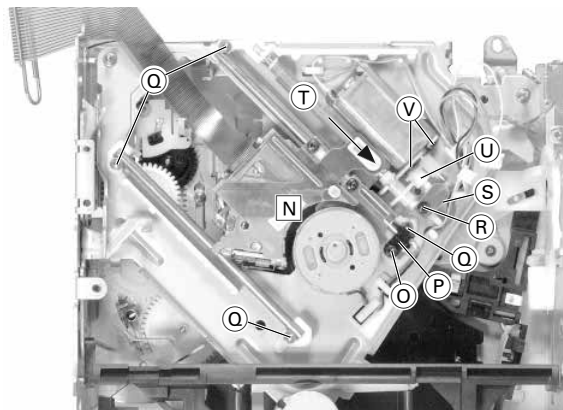

Fig. 11
- Schraube (O) herausschrauben und den Schalter (P) abnehmen (Fig. 11).
- 4 Schrauben (Q) herausschrauben (Fig. 11) und die Pick-Up-Einheit herausnehmen.
- Undo screw (O) and take away the switch (P) (Fig. 11).
- Undo 4 screws (Q) and remove the Pick Up Unit.
- Schraube (R) herausschrauben und die Blattfeder (S) herausnehmen (Fig. 11).
- Spindel (T) und Zahnrad (U) in Pfeilrichtung herausziehen (Fig. 11).
- 2 Schrauben (V) (Fig. 11) herausschrauben und den Motor abnehmen.
- Undo screw (R) and remove the plate spring (S) (Fig. 11).
- Pull out the spindle (T) and the gear wheel (U) in direction of the arrow (Fig. 11).
- Undo 2 screws (V) (Fig. 11) and remove the motor.